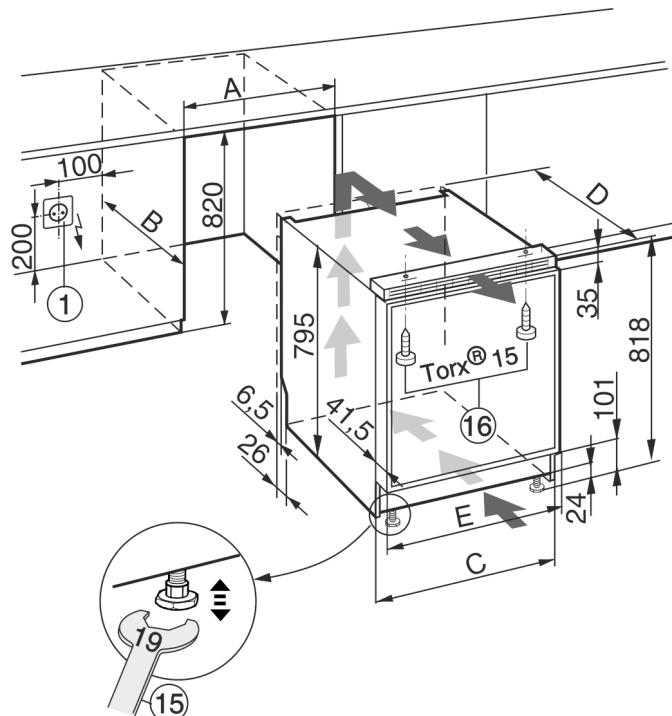

Fig. 12
- La caja de enchufe Fig. 12 (1) debe estar ubicada junto al aparato y ser fácilmente accesible.
- ▶ Alinee el aparato mediante las patas de ajuste con la ayuda de la llave de boca Fig. 12 (15) suministrada.
- ▶ Fije el aparato con los tornillos Fig. 12 (16) suministrados en la parte superior de la encimera o en el mueble de cocina.